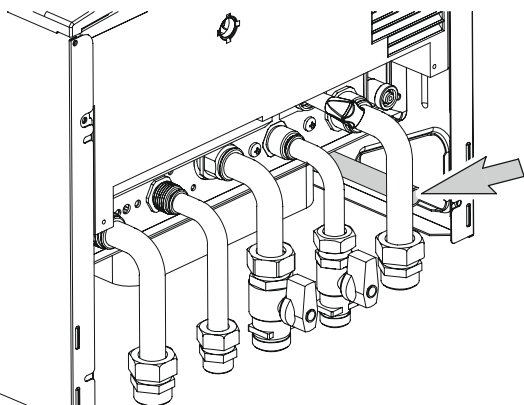

Рис. 4.3
- Подсоедините слив предохранительного клапана к сливной воронке (Рис. 4.3).